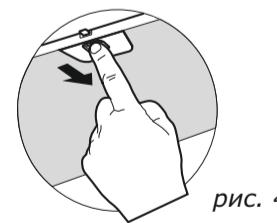

рис. 4
- нажмите на пружинный замок на алюминиевом фильтре (рис. 4);
8.3 Для очистки алюминиевого фильтра извлеките его из вытяжки (рис. 4) и произведите его очистку с помощью щетки горячим водным раствором моющего средства вручную или в посудомоечной машине при (60°C). Страйтесь не сгибать фильтры при мойке. Возможное изменение цвета фильтра, с течением времени, не приводит к снижению эффективности его действия. Сильнозагрязненный фильтр не следует мыть в посудомоечной машине.